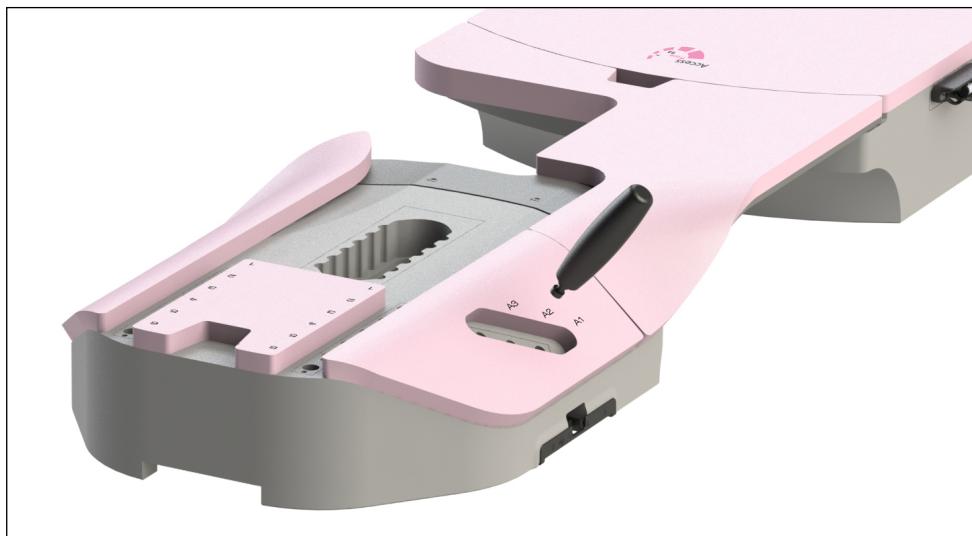

Fig. 17
1. Sätt in handtaget i korrekt håll i enhetens superiora ände. (Fig. 17)
2. Vrid handtaget åt valfritt håll tills det sitter stadigt fast i hålet och låses på plats. (Fig. 17)